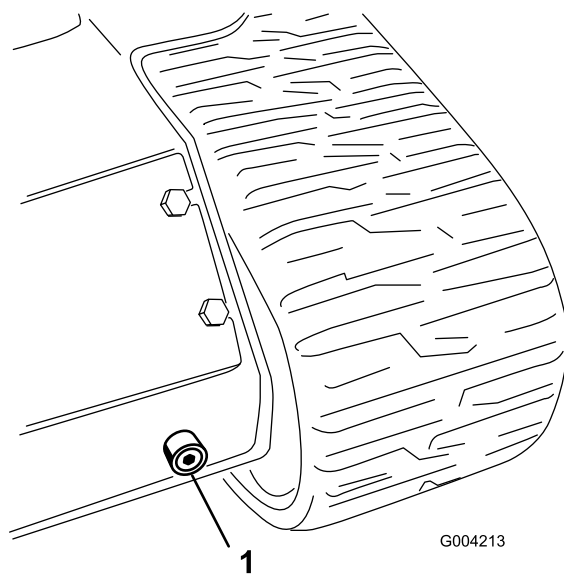

Figure 54
6. Placer un grand bac de vidange (d'au moins 56,8 litre [15 gallons américains] de capacité) sous le bouchon de vidange à l'avant de la machine (Figure 54).
7. Retirez le bouchon de vidange pour permettre à l'huile de s'écouler dans le bac de vidange (Figure 54).